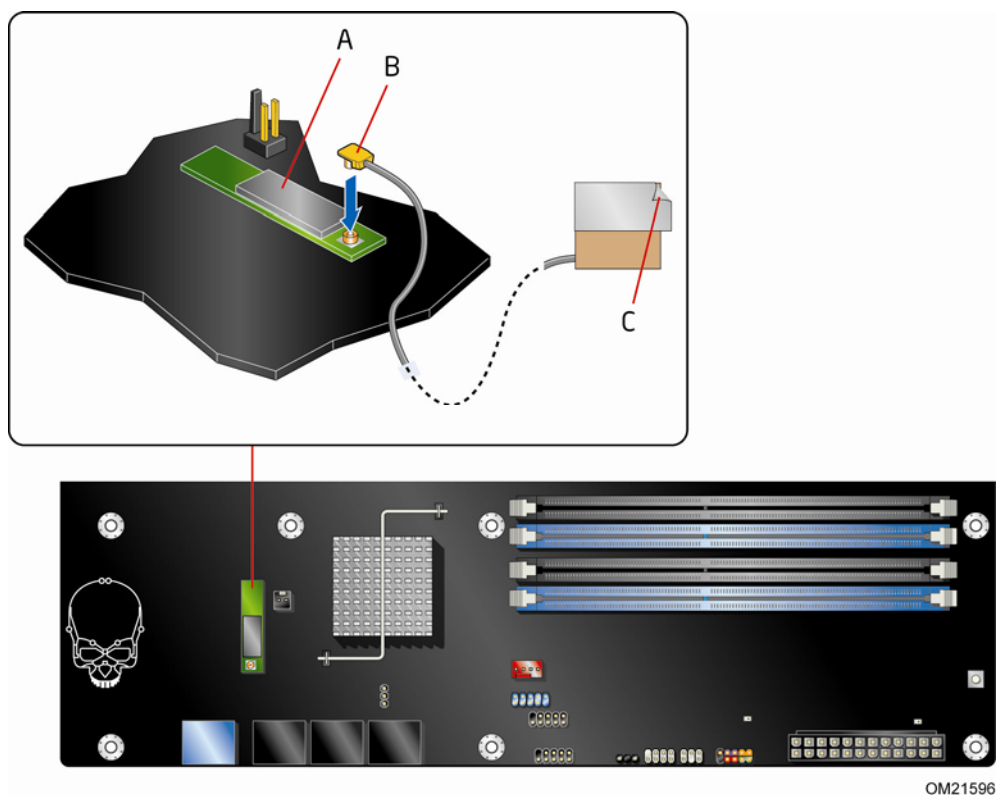

图 31. 连接蓝牙天线
2. 将天线导线端部的连接器（图 31 中的 B）连接到蓝牙模块（图 31 中的 A）上的匹配连接器上。
3. 撕下天线上的保护纸（图 31 中的 C），然后将其连接到系统机箱的外部。